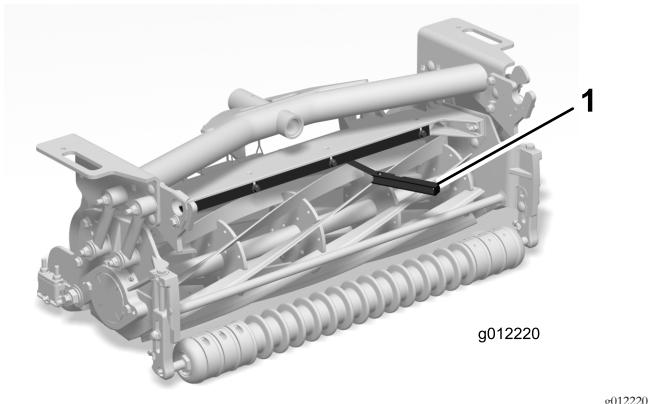

Figure 8
- 4. Insérez une jauge d'épaisseur de 1,5 mm entre le haut du cylindre et le bas de la barre supérieure pour vérifier l'écartement (Figure 8).